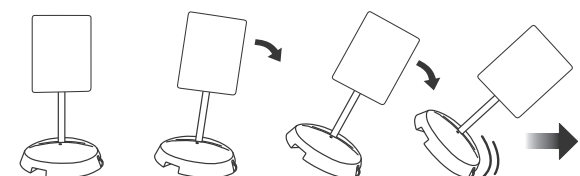

Figure 5
11. Pour déplacer l'enseigne, saisissez la poignée à EZ-Grip, inclinez l'enseigne du côté des roulettes encastées et tirez pour rouler. (Voir Figure 5)